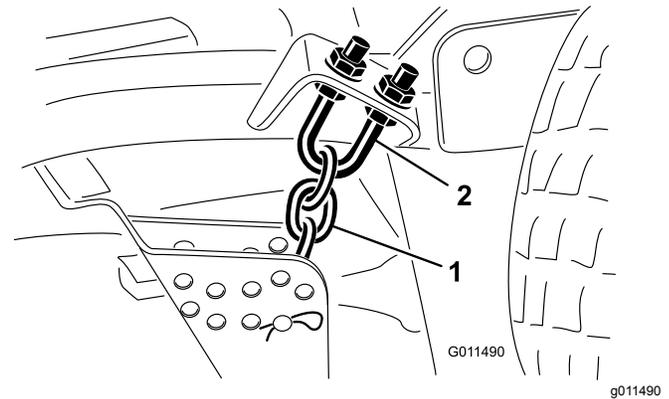

Figura 72
1. Allentate i controdadi sulla parte superiore o inferiore del bullone a U della catena dell'altezza di taglio (Figura 72).